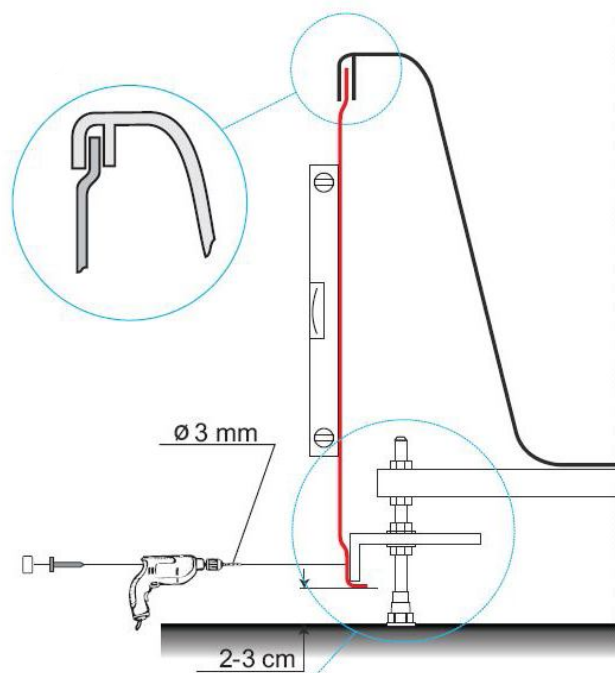

Рис.9
- После установки ванны, установите декоративную панель. По напольной маркировке сделайте отметки на панели на высоте 30-40 мм от пола, просверлите в панели отверстия диаметром 3мм. Закрепите декоративную панель, используя шурупы со специальной шляпкой под заглушку из комплекта деталей для установки декоративной панели. На шляпки шурупов наденьте декоративные заглушки (Рис.9)